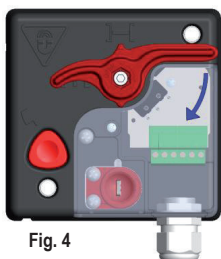
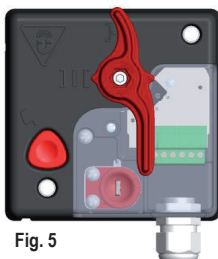

Fig. 4
Fig. 5
- Dalla posizione di sblocco (fig.4),dove l'indicatore sulla leva di riarmo è posizionato sul simbolo] - [, ruotare la leva in senso orario di 90° assicurandosi che il comando si blocchi in posizione di apertura (fig.5) , l'indicatore sulla leva è posizionato sul simbolo] I [.